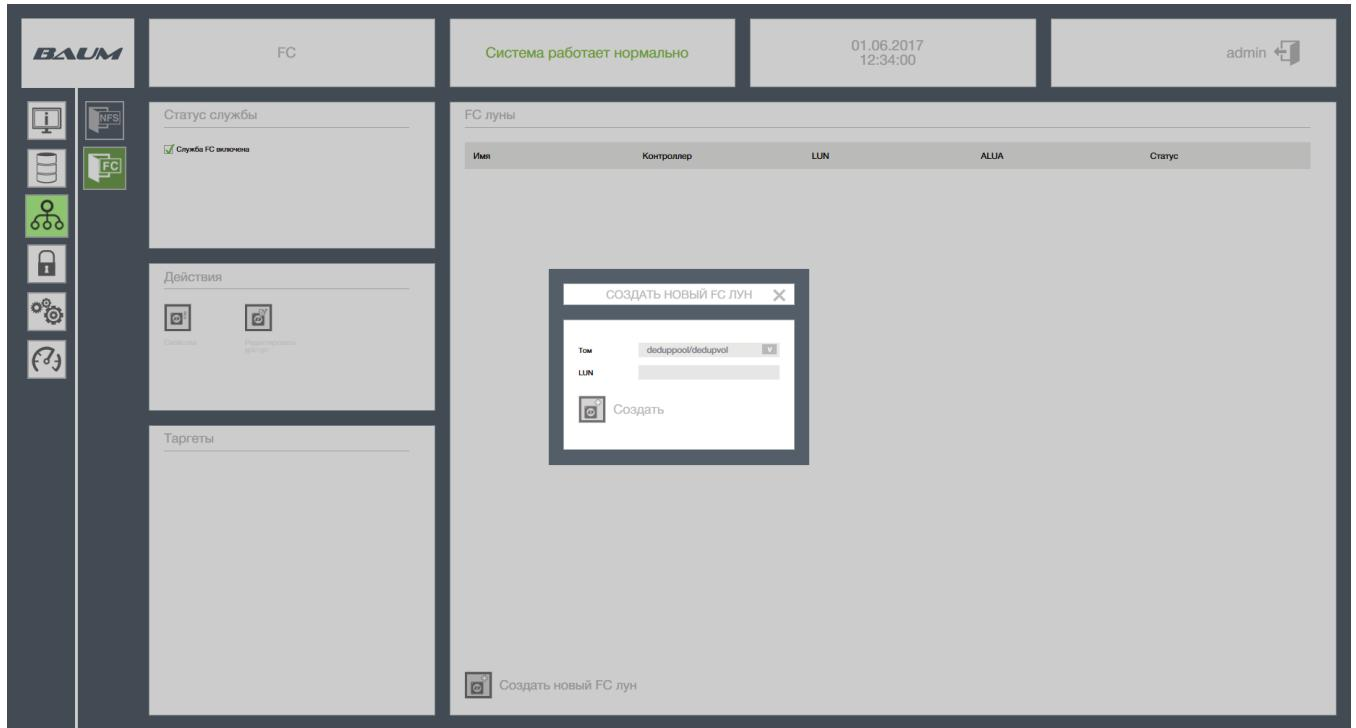

Рисунок 42 - Создание луна Fibre Channel
- 2) Нажать на кнопку «Создать новый том» (см. Рисунок 42).
- 3) Выбрать Том из выпадающего списка (если список пуст, то перейти к пункту «Виртуальный диск по протоколу FC»). (см. Рисунок 42)